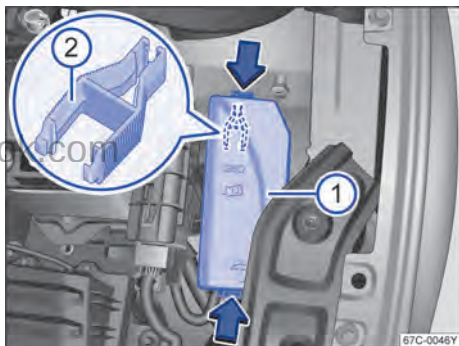

图 117 发动机舱内：保险丝盒盖板
- 沿箭头方向按压锁止按钮，以便将保险丝盒的盖板→图 117 解锁。
用来拔出保险丝的塑料夹钳→图 117 ② 位于发动机舱保险丝盒盖板的内侧。